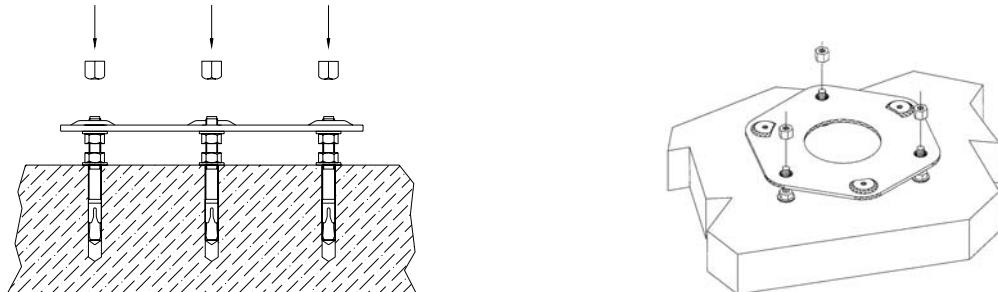

Abb.5
- Die Basis FMC-CBL auf die Dübel setzen, mit einer Wasserwaage ihre perfekte Ebenstellung überprüfen und notfalls auf die Sechskantmuttern einwirken, um die Platte höher oder niedriger zu stellen (Abb.5);